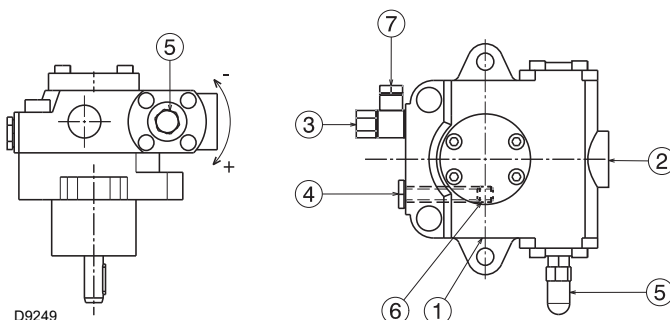

Fig. 22
Elles sont installées sur le brûleur avec le bypass fermé par la vis 6)(Fig. 22).
- Pour que la pompe (Fig. 22) puisse s'auto-amorcer, il est indispensable de desserrer la vis 4) afin de purger l'air contenu dans le tuyau d'aspiration.
Légende (Fig. 22)
Si la pompe a été vidée, la remplir de combustible par le bouchon du vacuomètre 4)(Fig. 22) avant de la mettre en marche pour éviter des grippages.